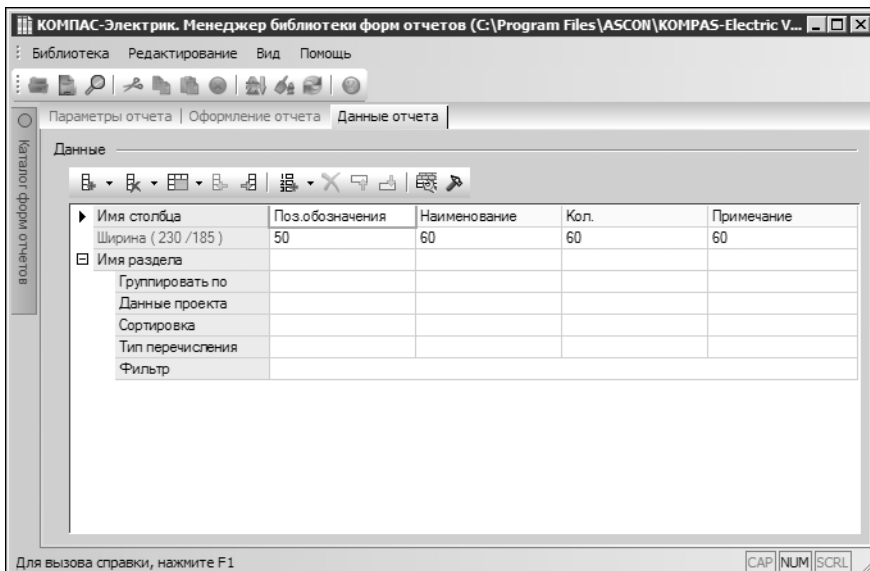

Рис. 14.15. Пример настройки стиля
11. С помощью команды **Добавить столбец** создайте четыре столбца и введите их названия: *Поз. обозначение, Наименование, Кол., Примечание* (рис.14.15).